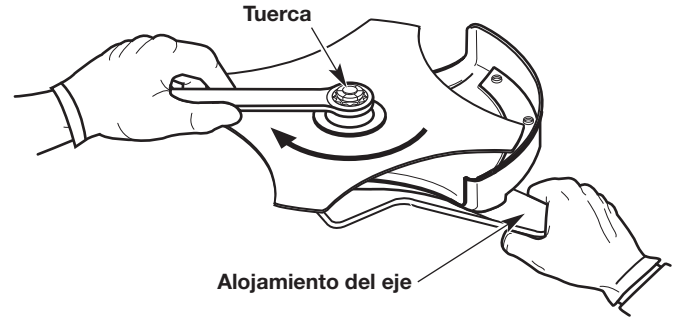

Fig. 11
3. Mantenga la varilla de seguridad en su lugar sujetando el otro extremo contra el alojamiento del eje (Fig. 11).
4. Mientras sostiene la varilla de seguridad en su lugar, afloje la tuerca girándola en el sentido de las agujas del reloj con una llave de tuercas (Fig. 11).